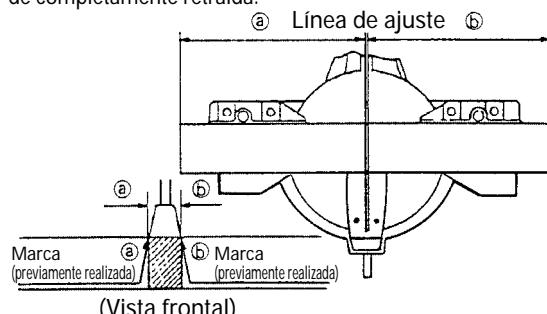

Fig. 21
- (1) Como se muestra en la Fig. 21, la anchura de la hoja de sierra es la de corte. Por lo tanto, deslice la pieza de trabajo hacia la derecha (vista desde la posición del operador) cuando deseé la longitud ④, o hacia la izquierda cuando deseé la longitud ⑤. (Sólo modelo C10FCH2)